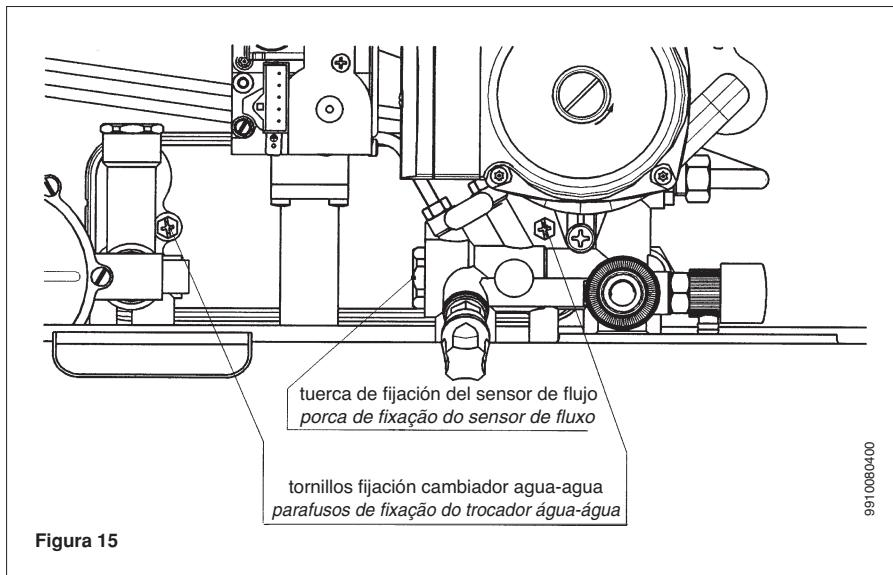

Figura 15
- desatornillar los dos tornillos, visibles frontalmente, de fijación del intercambiador agua-agua y extraerlo de su asiento (figura 15).
- tirar os dois parafusos, visíveis frontalmente, de fixação do trocador água-água e extrair-lo da sua sede (figura 15).
- Desenroscar la tuerca del grupo sensor de flujo (figura 15).
- Desapertar a porca presente no grupo sensor de fluxo (figura 15).